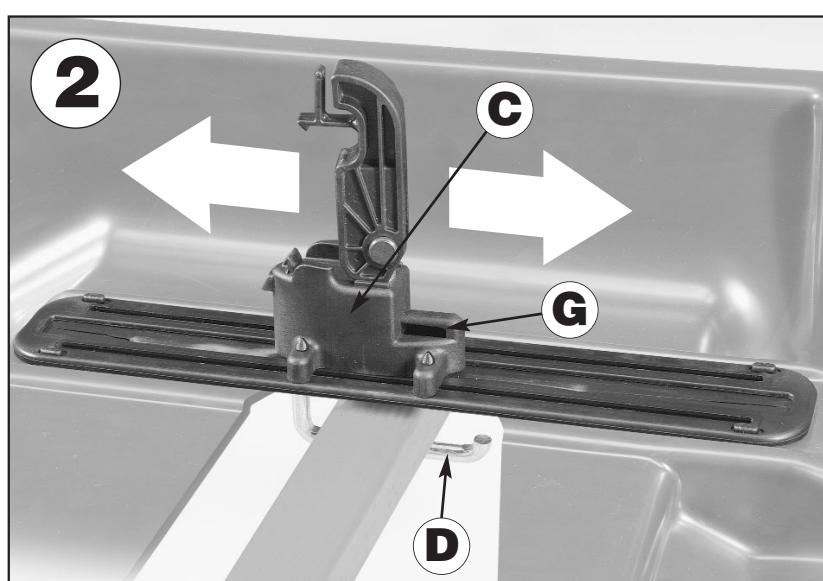

fig. 2)
- Svitare in senso antiorario in modo da liberare il gancio (fig. 2/D) sufficientemente per procedere con la successiva operazione.
- Fare scorrere il supporto (fig. 2/C) verso destra o verso sinistra fino a trovare la corretta posizione del gancio sulla barra sottostante (fig. 2/D).